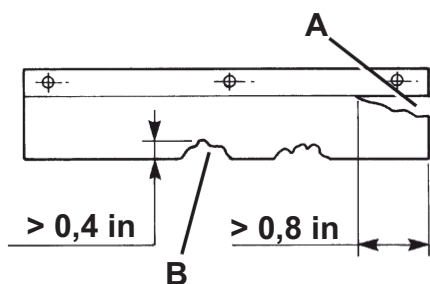

Figure 17
3. Remplacer les volets en présence de coupures (A, Fig. 17) supérieures à 20 mm (0,8 in) ou de déchirures (B) supérieures à 10 mm (0,4 in) (pour le remplacement des volets, se référer au manuel d'entretien).